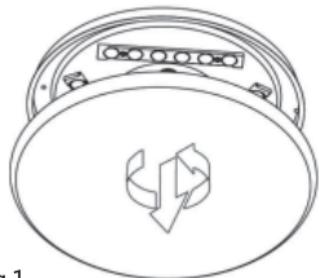

fig.1
- 1. fig. 1:** rimuovere la cupola dalla piastra di base (sistema di bloccaggio a baionetta).